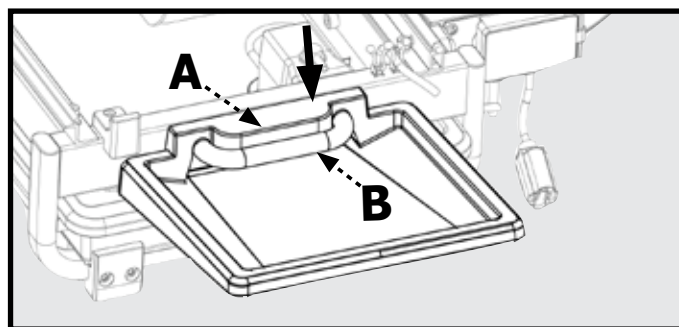

Figura 10
1. Fije la bandeja de salpicadura inferior (2) deslizando la bandeja sobre el asa (B) y luego presionando la bandeja hacia abajo en la posición de bloqueo como se muestra en la Figura 10.
2. Fije la bandeja de salpicadura superior (3) colocando el recorte de la bandeja de salpicadura superior en las pestañas de montaje de la mesa de trabajo.